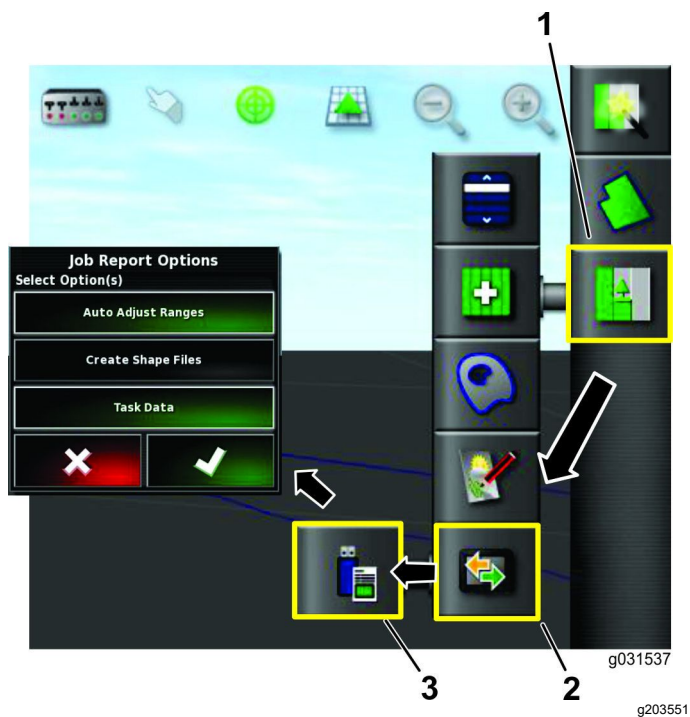

図 32
3. 作業メニューアイコンを押す 図 32。
4. データ交換アイコンを押す 図 32。
5. 作業レポートを USB にエクスポートアイコンを押す 図 32。